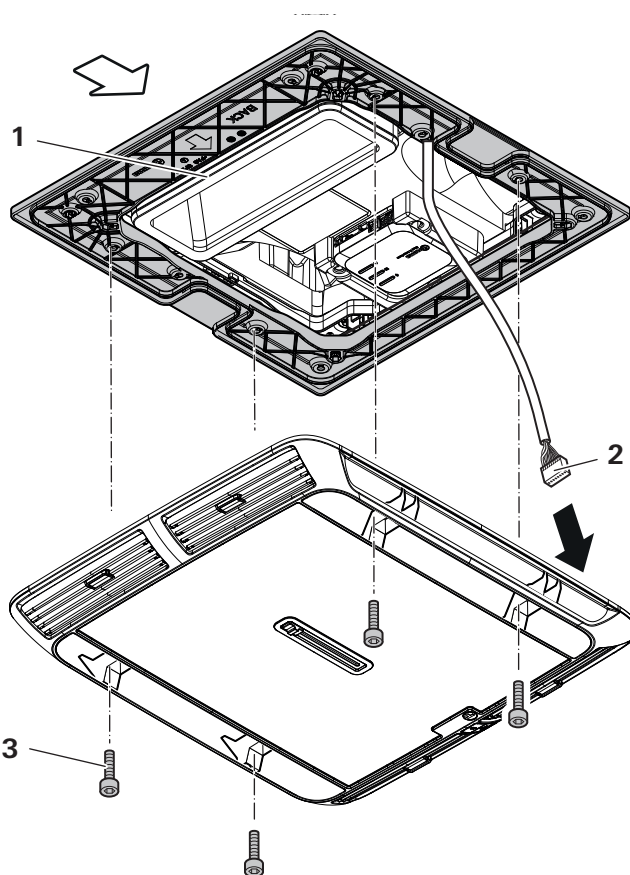

Figura 26
- Avvitare il distributore d'aria al telaio di montaggio con 4 viti (Figura 26-3) (in dotazione) (Figura 26). Serrare le viti a una coppia di 2 Nm.